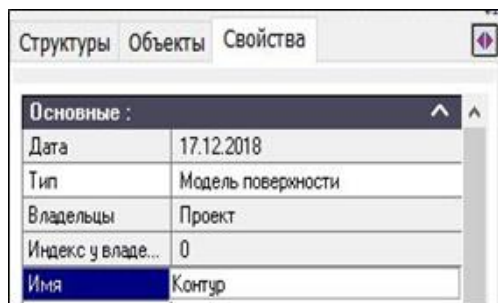

Рис. 4.3. Создание объекта Контур
3. В **Менеджере объектов** на вкладке **Объект** страницы **Свойства** в строку **Имя** введите имя *Контур* (рис. 4.3), нажмите **Создать**.